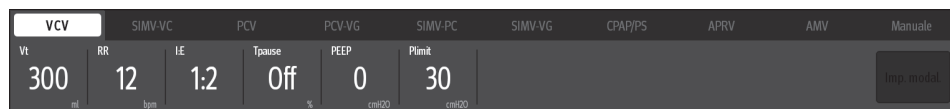

Figura 6-2 Schede Modalità di ventilazione
1. Selezionare la scheda della modalità di ventilazione desiderata. Il pulsante [Imp. modal.] (o il pulsante [Modal. preimp.] in modalità manuale) lampeggerà (Figura 6-2).